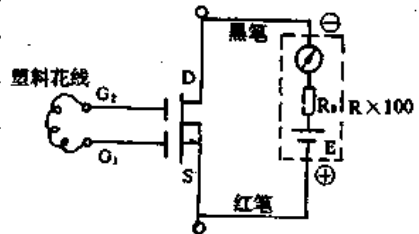

图9-17 判断双栅MOS管的放大能力
(3)判断放大能力(跨导)。判断双栅MOS管的放大能力,除了可以采用判断单栅MOS管放大能力的方法外,还可用如图9-17所示电路测试判断(此法较为安全)。先用一段塑料花线(电灯线)线芯把 $G_1, G_2$ 连在一起,然后万用表置 $R \times 100$ 档,黑表笔接D、红表笔接S,再用手指摸或捏塑料花线外部,将人体感应电压加在 $G_1, G_2$ 极上,观察指针偏转的幅度大小,如偏转越大,管子的放大能力就越强。反之越弱,如无反应,说明管子损坏不能用。此法还可以用来判断标志不清的MOS管电极。